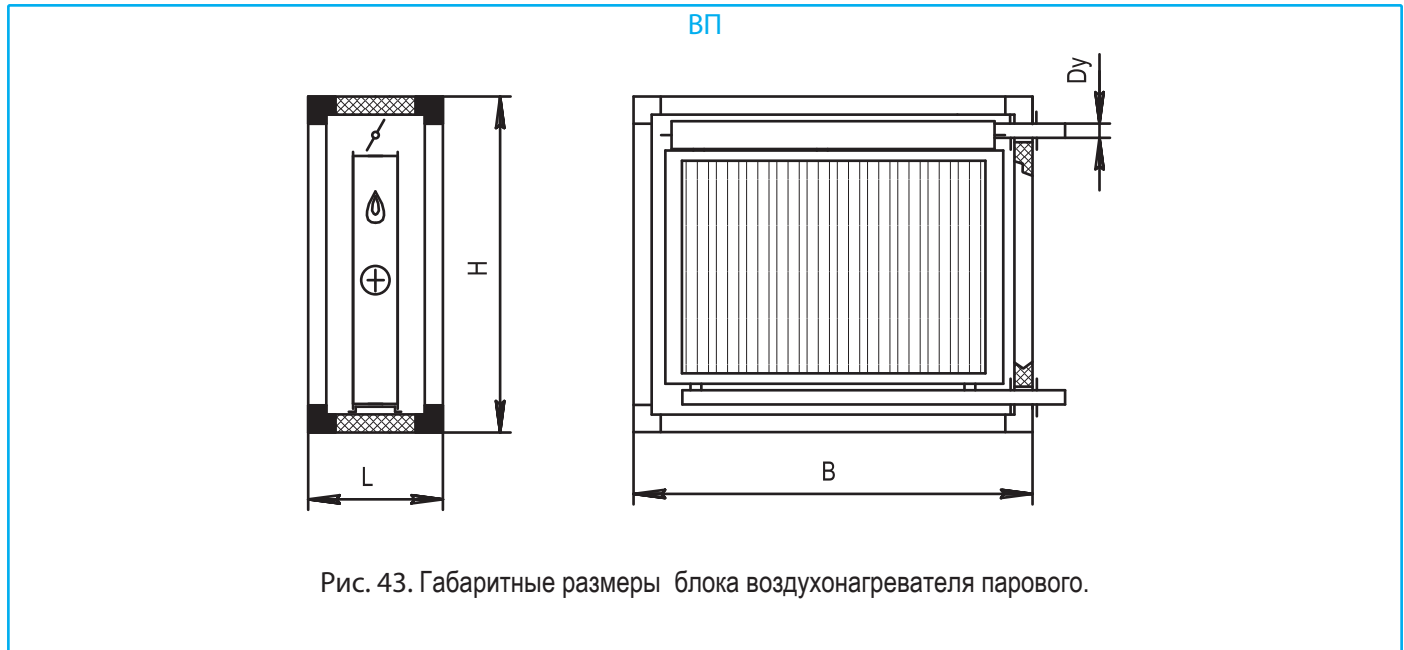

Рис. 43. Габаритные размеры блока воздушонагревателя парового.
Блок воздушонагревателя состоит из корпуса, собственно воздушонагревателя и обводного клапана с электроприводом. В случае необходимости поддержания температуры воздуха после воздушонагревателя с малым отклонением от заданного значения в блоках применяется еще один клапан, устанавливаемый непосредственно на воздушонагреватель. В зависимости от типоразмера может быть один или несколько, установленных параллельно воздушонагревателей. Клапаны комплектуются электроприводами плавного регулирования или электроприводами плавного регулирования с пружинным возвратом. По отдельному заказу возможно применение электроприводов других типов. Данные по электропитанию электроприводов приведены в табл. 34, 35. Габаритные размеры и масса блока приведены на рис.43 и в табл.33.
* Ду (см.рис.43) определяется по результатам подбора.